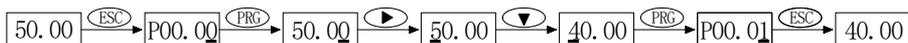

图 3-2 功能参数设置
1、将功能参数 P00.00 设定值从 50.00Hz 更改设定为 40.00Hz 为例，如图 3-2 所示。